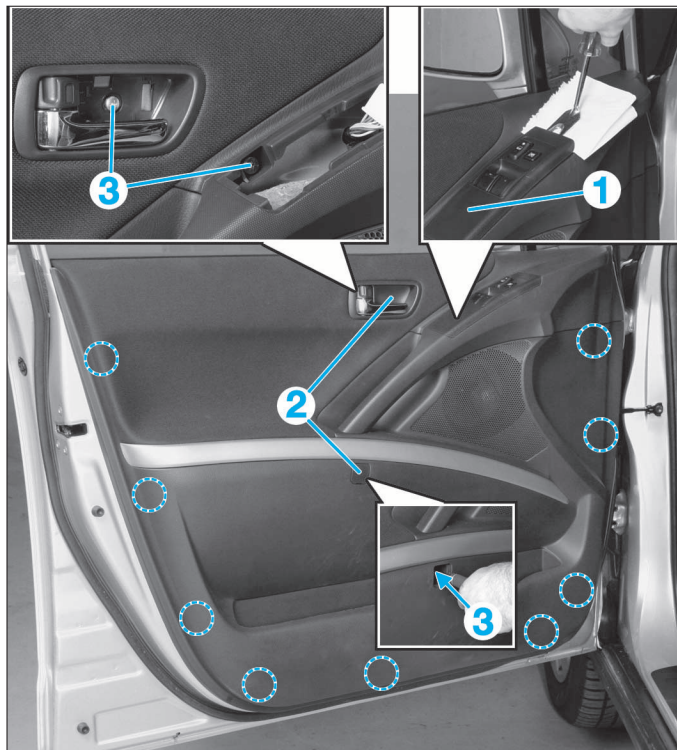

FIG. 37
- Déclipper le cache (1) (fig. 37) d'interrupteurs de lève-vitres et débrancher le connecteur.
- Déposer les caches (2).
- Déposer les vis (3).